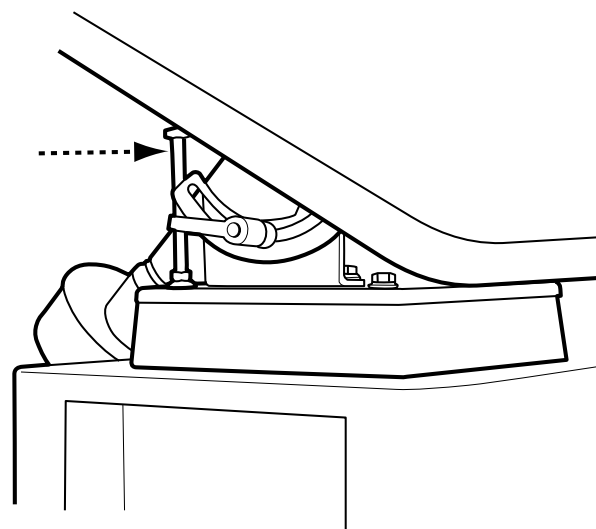

FIGURE 12
- Ajustez l'arrêt fixe comme l'indique la Figure 12.